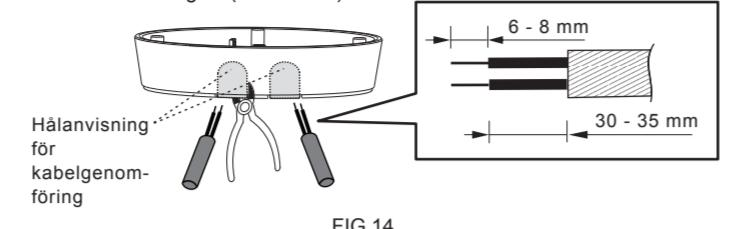

FIG.14
4.4.3.2 För att dra AC-strömkablarna genom kopplingsdosans sida använder man en lång och bryter bort hålanvisningarna för kabelgenomföring på sidan av kopplingsdosan. Sedan sticker man in kablarna i kopplingsdosan och drar igenom dem. Skala av 6 - 8 mm av ledningshöjdet för den efterföljande anslutningen (se FIG.14).